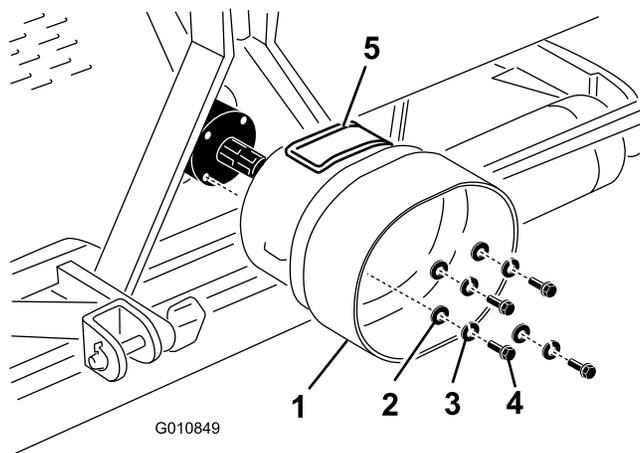

Рисунок 22
- Отверните 4 болта, снимите стопорные шайбы и плоские шайбы, которые крепят заднюю часть редуктора аэратора (Рисунок 22).
- Закрепите кожух ВОМ на редукторе аэратора снятыми ранее крепежными деталями (Рисунок 22).
Установите панель доступа (Рисунок 22) кожуха ВОМ так, чтобы она находилась сверху или сбоку в зависимости от конфигурации рамы аэратора.
**Примечание:** Панель доступа (Рисунок 22) можно открыть для облегчения снятия и установки деталей крепления вала отбора мощности.